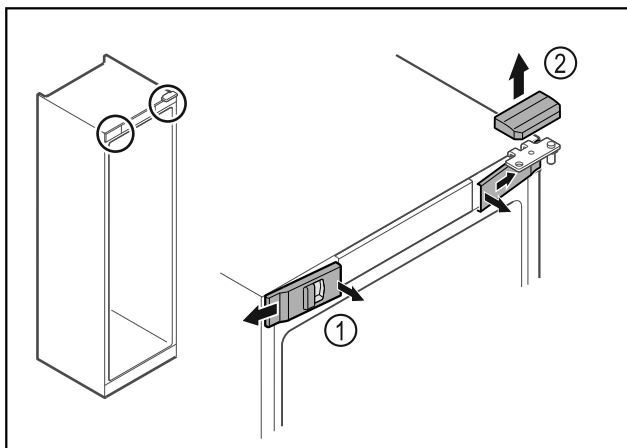

Fig. 10
► Bovenste afdekking Fig. 10 (2) naar boven toe verwijderen.
► Voorste afdekkingen Fig. 10 (1) binnen ontgrendelen en naar de zijkant toe verwijderen.